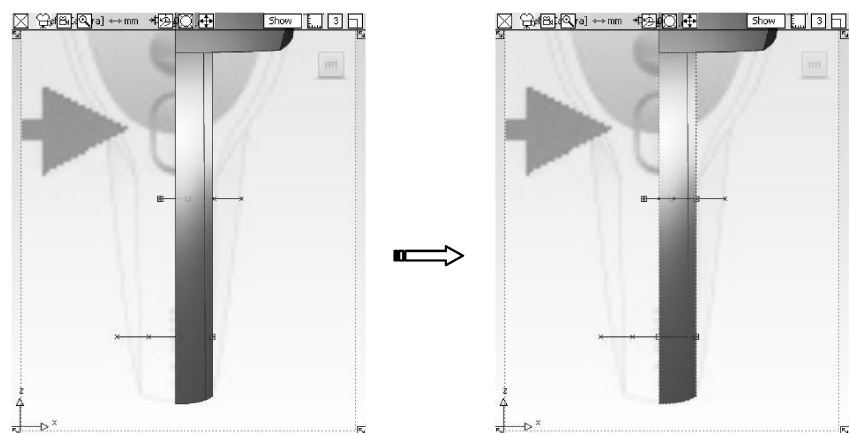

图 9-19 投影曲线
- 21 在【Left】正交视窗中创建两条直线。选择【Project】工具，将这两条直线在【Left】正交视窗中投影到刚刚创建的曲面上，如图 9-19 所示。